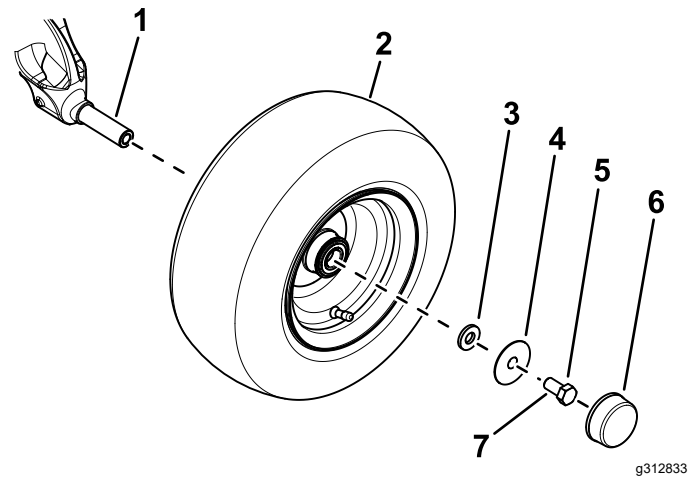

Figura 3
- B. Utilize uma anilha pequena, anilha grande, parafuso (5/8 pol. x 1 1/4 pol.) para prender a roda ao eixo (Figura 3).
D. Instale a tampa antipoeira no volante (Figura 3).